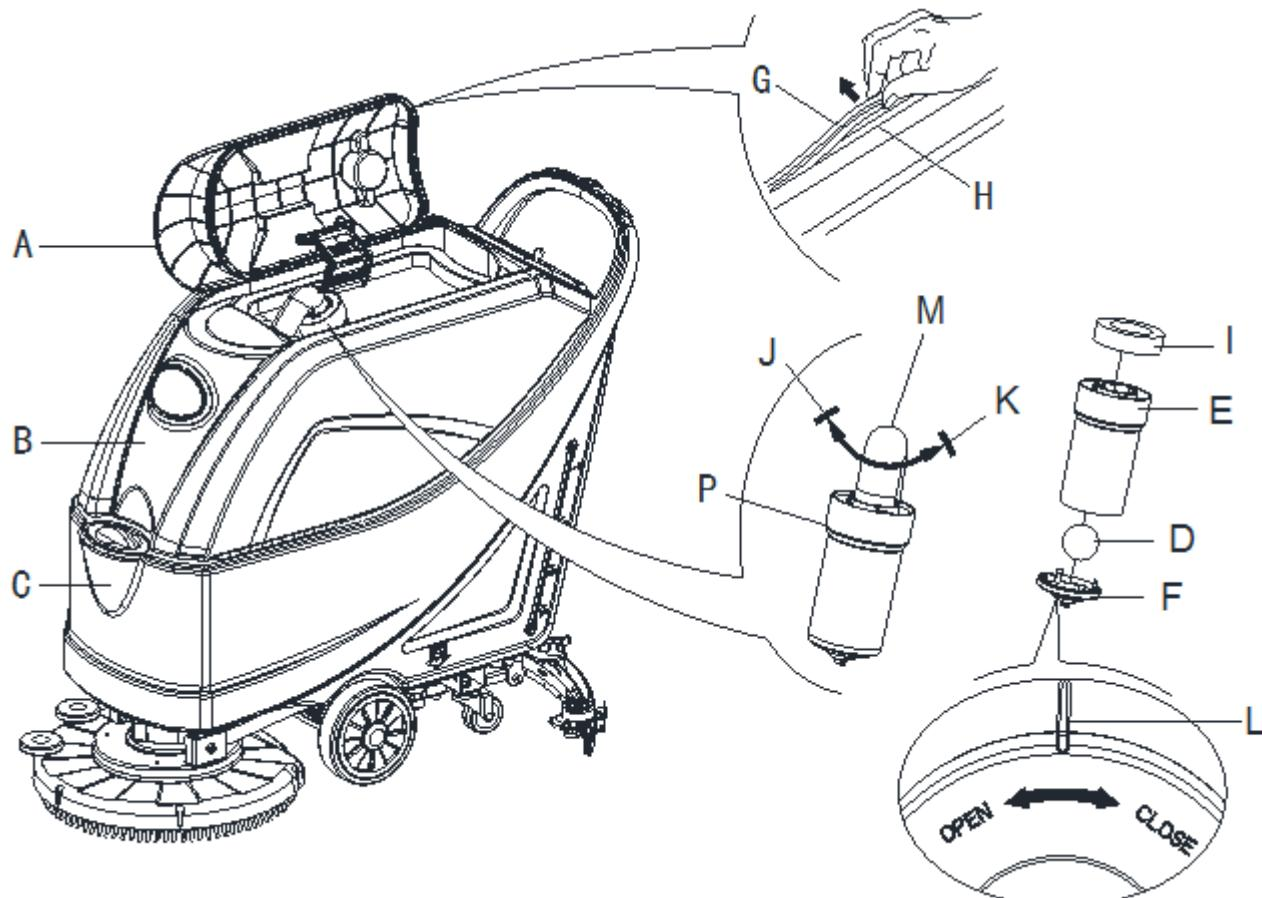

Figure 21
2. Faire en sorte que la machine soit éteinte et que la clé de contact (54) soit retirée.
3. Basculer le couvercle du réservoir de récupération (A, Figure 21) position -90 degrés où il peut être retiré du réservoir, puis enlever le filtre à flotteur (P) du réservoir.
5. Si nécessaire, suivre les symboles "OPEN" et "CLOSE" comme indiqué sur la (Figure 21) pour ouvrir le couvercle bas (F) du filtre à flotteur , puis nettoyer le filtre à flotteur (D), le cadre de support du filtre (E) et l'éponge du filtre (I). Après le nettoyage, fixer le filtre à flotteur (D) sur le cadre de support du filtre (E) puis aligner la rainure de marque (L) du capuchon de fond (F) du filtre à flotteur avec la rainure de marque (L) du cadre de support du filtre à flotteur (E). Visser fermement le capuchon de fond du filtre à flotteur, et fixer l'éponge du filtre (I) sur le cadre de support du filtre à flotteur (E). Enfin, le connecter au tuyau d'aspiration des eaux usées (M).
7. Vérifier si la surface de contactde la bande d'étanchéité (G) a une étanchéité suffisantes. Si nécessaire, sortir la bande d'étanchéité du réservoir de la rainure (H) et la remplacer. Assembler la nouvelle bande d'étanchéité comme indiqué sur la (Figure 21), le joint devant être ramené dans la zone médiane.
8. Fermer le couvercle du réservoir de récupération (A).